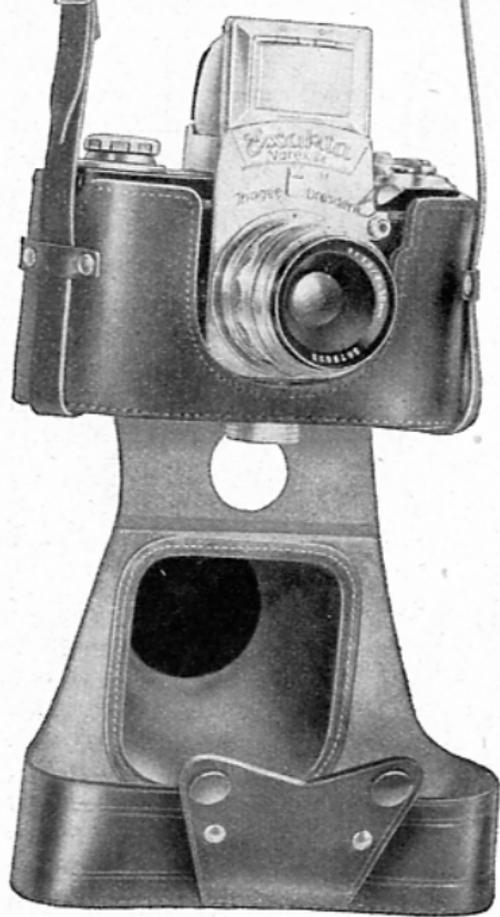

Abb. 45
Die Bereitschaftstasche (Abb. 45) der EXAKTA Varex ist zum Schutze und zum bequemeren Transport der Kamera geschaffen worden, hemmt aber ihre Aufnahmebereitschaft nicht. Alle für die Aufnahme wichtigen Organe können bedient werden, auch wenn die Kamera in der Tasche sitzt. Ein Gewindebolzen mit Bodenmutter verbindet Kamera und Tasche fest miteinander, und die EXAKTA Varex kann auch in der Tasche auf ein Stativ aufgeschraubt werden. Der Umhängeriemer der Bereitschaftstasche ermöglicht, die Kamera stets sehr bequem mitzuführen. Wünscht man jedoch, die EXAKTA Varex ohne Tasche umzuhängen, dann kann man auch einen Tragriemen oder eine Schnur direkt an den Ösen (4) befestigen. – Für die EXAKTA Varex mit Belichtungsmesser-Einsatz ist eine Sonderausführung der Bereitschaftstasche lieferbar.